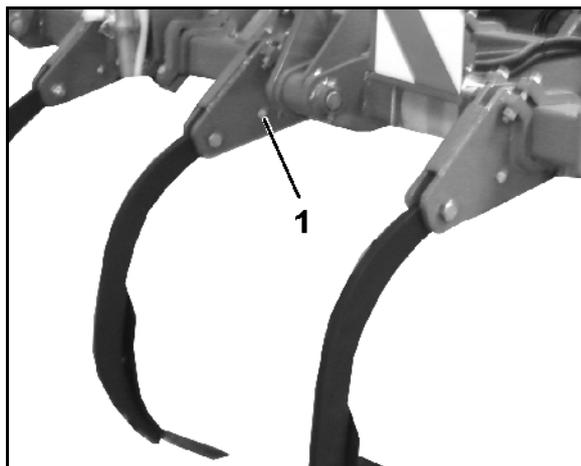

Fig. 27
- Après le cisaillement du cisaillement de cisaillement (Fig. 27/1) lors d'une surcharge, placer un nouveau boulon de cisaillement (M12x90 8.8).